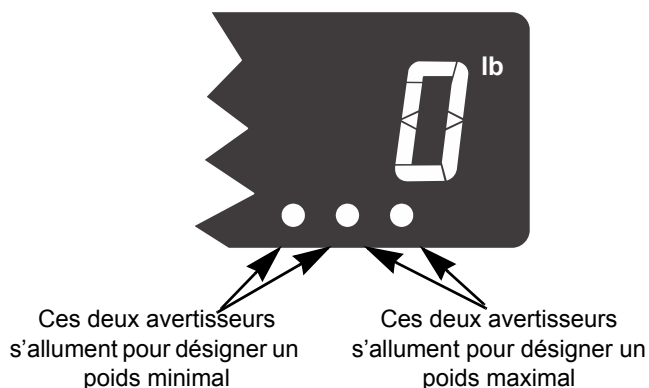

Figure 3.2 Avertisseurs Min/Max
Seul le poids le plus élevé déposé sur la balance est affiché lorsque la valeur de poids de crête est sélectionnée. Le poids minimal est désigné par deux avertisseurs *circulaires* verts. Le poids maximal est désigné par deux autres avertisseurs *circulaires* verts. Voir Figure 3.2.
1. Appuyer à plusieurs reprises sur **SELECT (Sélectionner)** jusqu'à ce que les deux avertisseurs circulaires verts de droite s'allument. Voir Figure 3.2. Ceci signifie que le poids de crête ou maximal est à présent affiché.